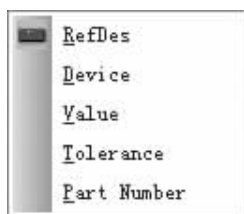

图 9-32 添加零件标签
2) 添加零件标签。选择菜单栏中的“Layout (布局)”→“Labels (标签)”命令，打开如图 9-32 所示的子菜单，主要包含有 5 种选项命令。